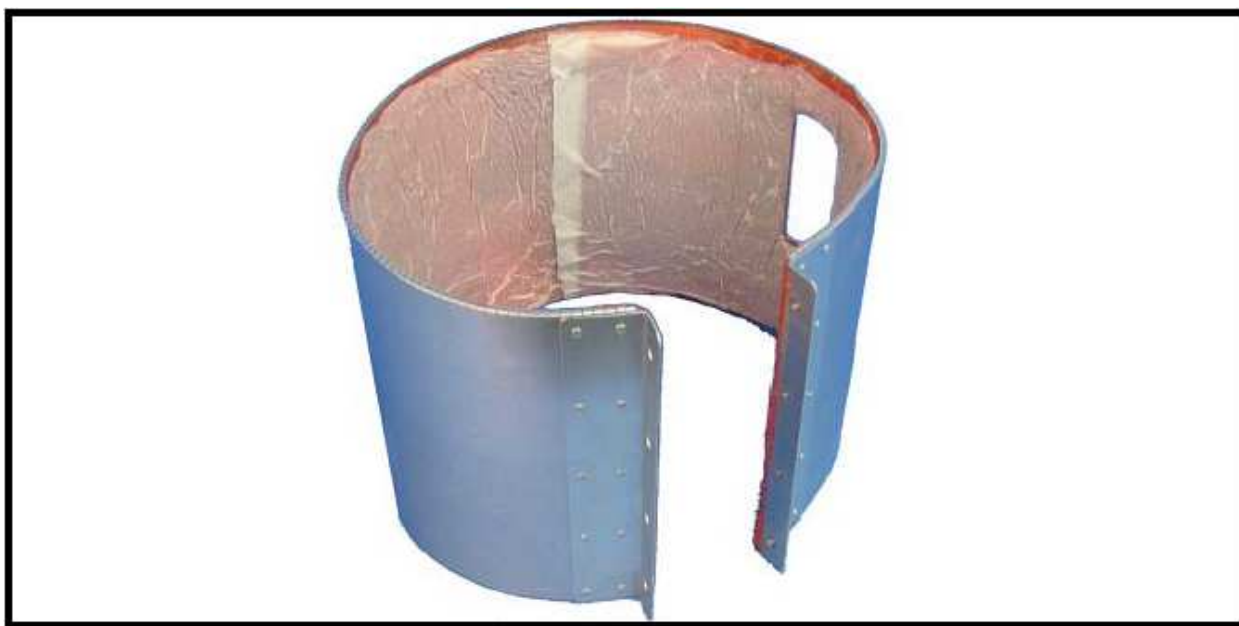

Рис. 3-33: Трубный демпфирующий чехол PDJ
2. Удалите защитную бумагу с чехла со стороны, обращенной к трубе (см. ниже рис. 3-33).